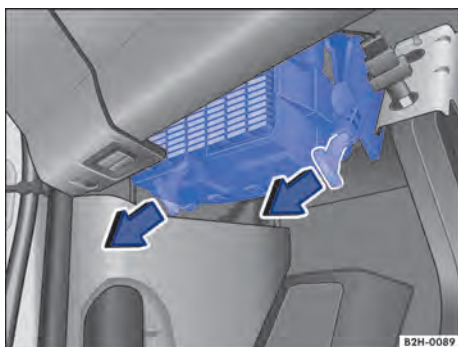

Fig. 167 Caixa de fusíveis abaixo do painel de instrumentos.
1. Para destravar a caixa de fusíveis, puxar a alavanca de travamento para baixo, na direção da seta → Fig. 167.